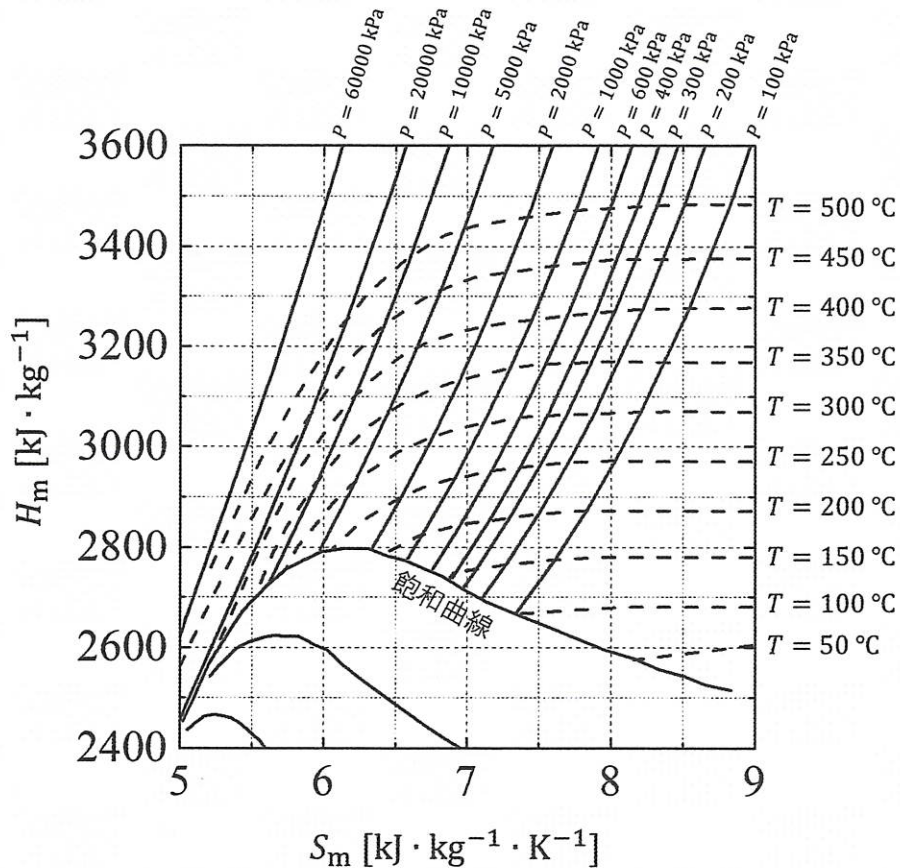

図2 水蒸気のエンタルピー－エントロピー線図
- 図2に水蒸気のエンタルピー－エントロピー線図を示す。流路①～③におけるエンタルピーとエントロピーの値を、それぞれ有効数字3桁と2桁で読み取れ。
- 流路③の水蒸気の質量流速 \dot{m}_3 [kg・s⁻¹]を求めよ。